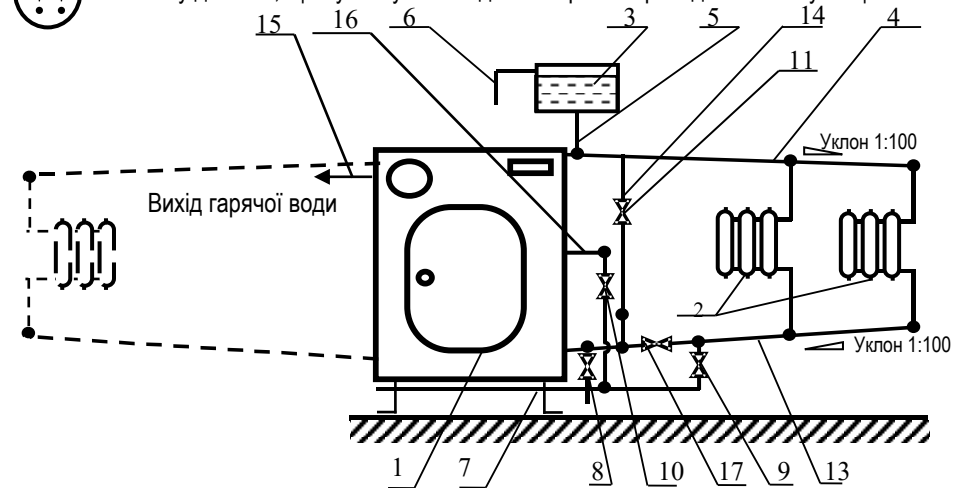
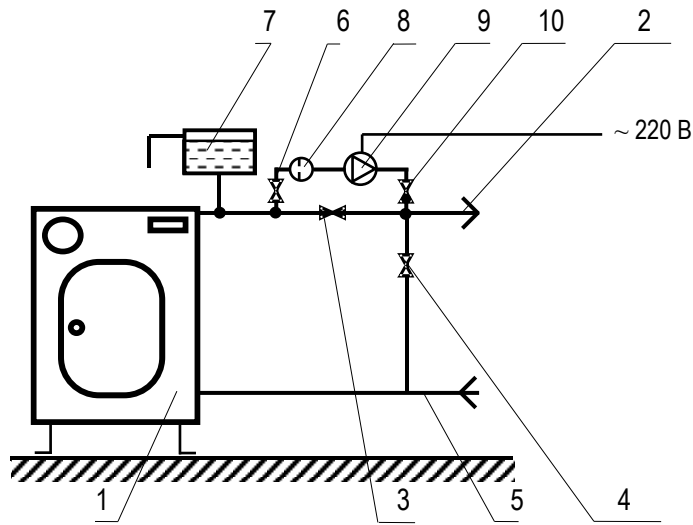

Рис. 5 Принципова схема підключення апарата до системи опалення і гарячого водопостачання (рекомендована)
Рис. 6 Схема підключення циркуляційного насосу до апарата опалювального (рекомендована)
2.2.2.2 Принципова схема підключення апарата до системи опалення та гарячого водопостачання наведена на **рис. 5**. Підбір опалювальних приладів (радіаторів) і
2.3.8 При користуванні гарячим водопостачанням температуру гарячої води регулюйте потоком холодної води краном 10 (див. рис. 5)
діаметр трубопроводів в системі опалення в кожному окремому випадку виконується за розрахунками, виконаними спеціалізованою організацією, за умов досягнення циркуляції води яка б забезпечила температуру води в подаючому трубопроводі 50°C і 40°C в зворотному трубопроводі при температурі повітря 0°C. Рекомендовано - система опалення розраховується з урахуванням 10 л води на 1 кВт потужності апарата. Схема підключення циркуляційного насоса до апарата опалювального наведена на рис. 6. Для отримання гарячої води з водонагрівача необхідно підтримувати температуру води в апараті 80-90°C, для чого при монтажі апарата (рис. 5) рекомендується встановлювати перепускную трубу з краном 11.